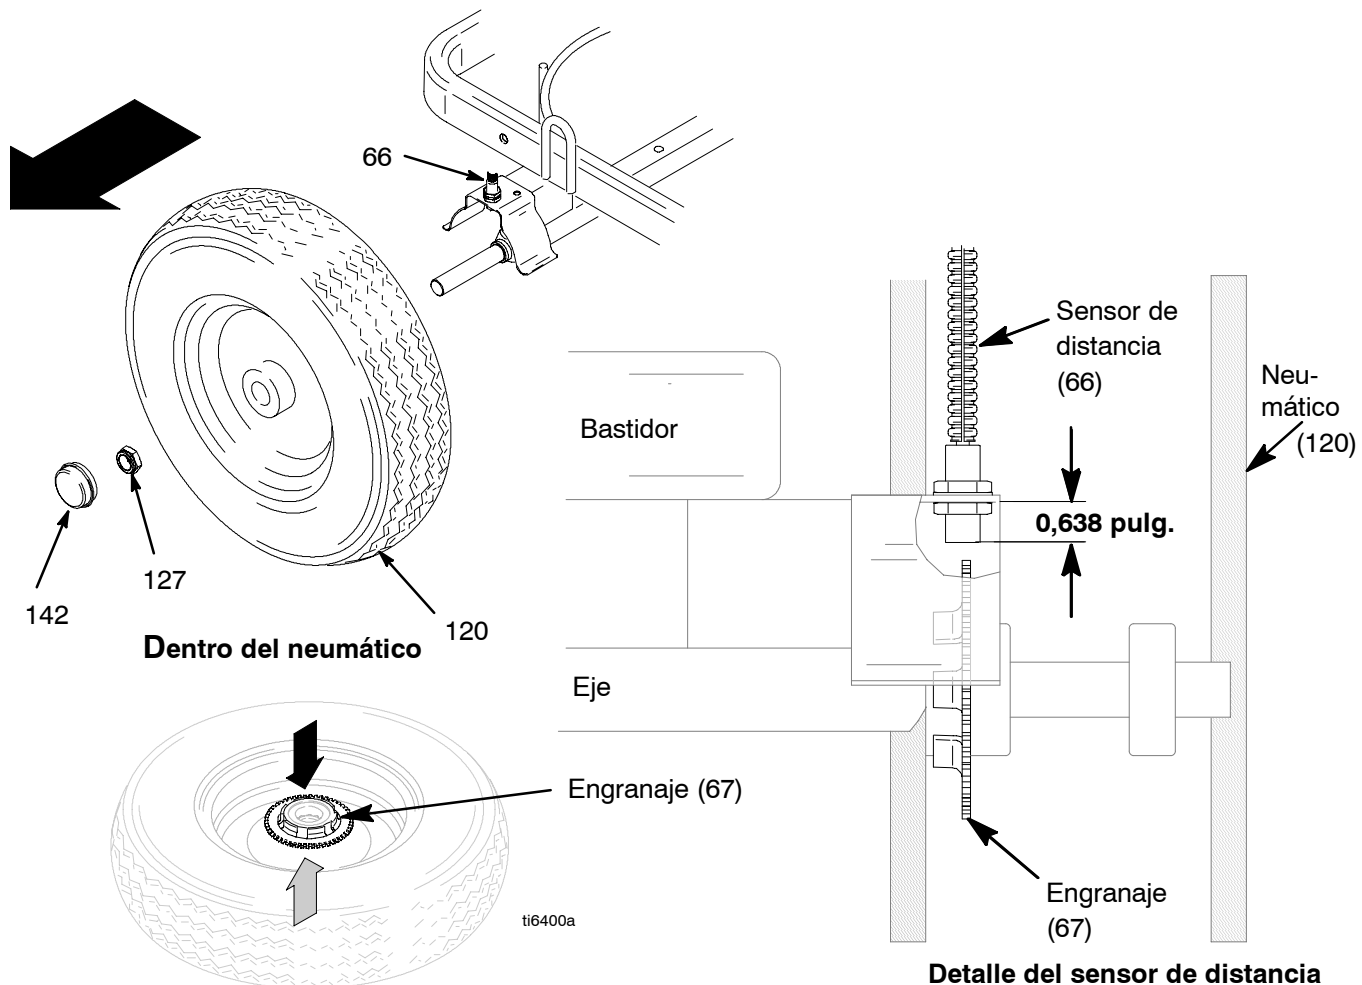

Fig. 14
2. Fig. 14. Retire la tapa antipolvo (142) de la rueda. Retire la tuerca (127).
3. Desmonte la rueda (120) del LineLazer.
4. Alinee el engranaje (67) con el sensor.
5. Instale la rueda (120) en el LineLazer.
6. Instale la tuerca (127) hasta que esté apretada, y después retroceda 1/4 de vuelta. Instale la tapa antipolvo (142) en la rueda.